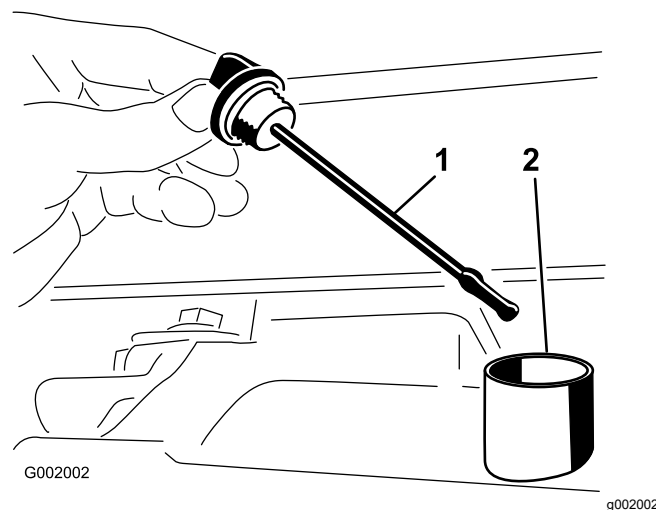

Figura 54
2. Remova a vareta de nível da transmissão e limpe-a com um pano limpo (Figura 54).